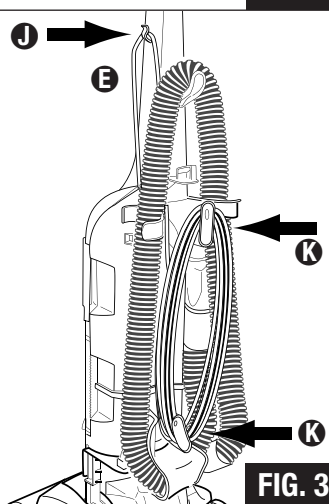

FIG. 3
- Step 3:** Pull the electrical cord **E** up to the cord retainer **J** and firmly push down into retainer. This will keep the cord out of the way the next time you vacuum (FIG. 3).
- Step 4:** Wind the cord around the two cord hooks **K** on the back of the vacuum (FIG. 3).
- Step 5:** Secure plug to the cord to prevent unwinding (FIG. 3).
- Étape 3 :** Remontez le cordon électrique **E** sur le dispositif de retenue **J** et insérez-le dans le raccord. Ceci gardera le cordon de toute gêne quand vous aspirez (FIG. 3).
- Étape 4 :** Enroulez le cordon électrique autour des crochets **K** à l'arrière de l'aspirateur (FIG. 3).
- Étape 5 :** Afin de ne pas laisser le cordon électrique se dérouler, fixez la fiche au cordon (FIG. 3).
- Paso 3:** Jale el cordón eléctrico **E** hacia arriba y colóquelo dentro del retén de la manguera **J** y empújelo firmemente hacia abajo dentro del retén. Esto mantendrá el cordón fuera del camino la próxima vez que usa la aspiradora (FIG. 3).
- Paso 4:** Enrolle el cordón alrededor de los dos ganchos **K** para el cordón en la parte trasera de la aspiradora (FIG. 3).
- Paso 5:** Sujete el enchufe al cable para evitar que se desenrolle (FIG. 3).